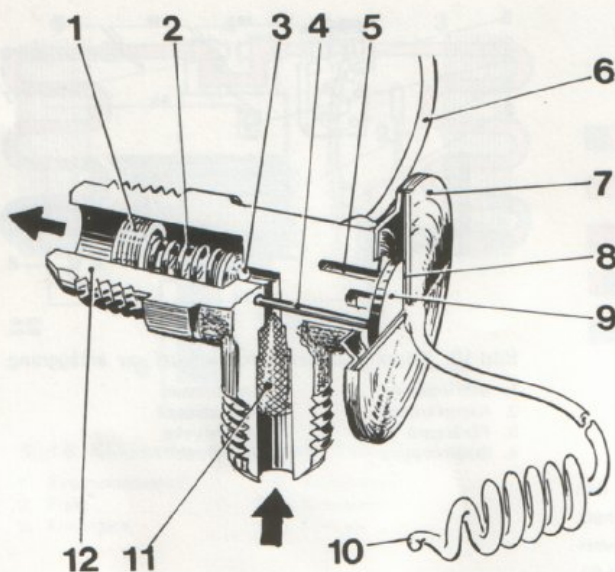

Bild 12. Expansionsventil
Denna reglering bestäms av temperaturen i förångarens utloppsrör, vilken påverkar gasen i kapillärspolen (10 bild 12). När temperaturen stiger, utvidgas gasen och membranet (8) trycker via en bricka (9) tryckstängerna (4) mot ventilen (3), vilken öppnas så att köldmedium kan strömma igenom.